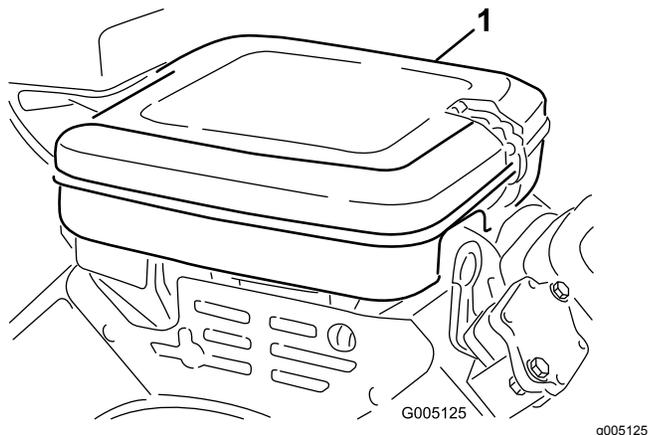

Рисунок 25
1. Тщательно очистите крышку (Рисунок 25).